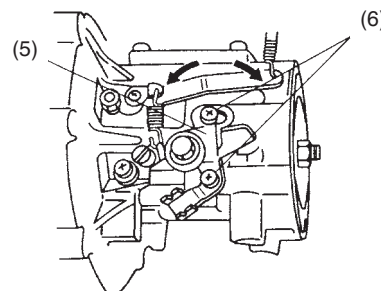

Рис. 12C
- 2) Чтобы настроить регулятор следует выкрутить винты (6), удерживающие блок рычага управления (5) на картере и сместить блок влево или вправо, чтобы получить максимальную скорость 6500 об/мин (Перемещение блока рычага управления влево увеличивает число оборотов, перемещение вправо снижает число оборотов) (Рис. 12C)